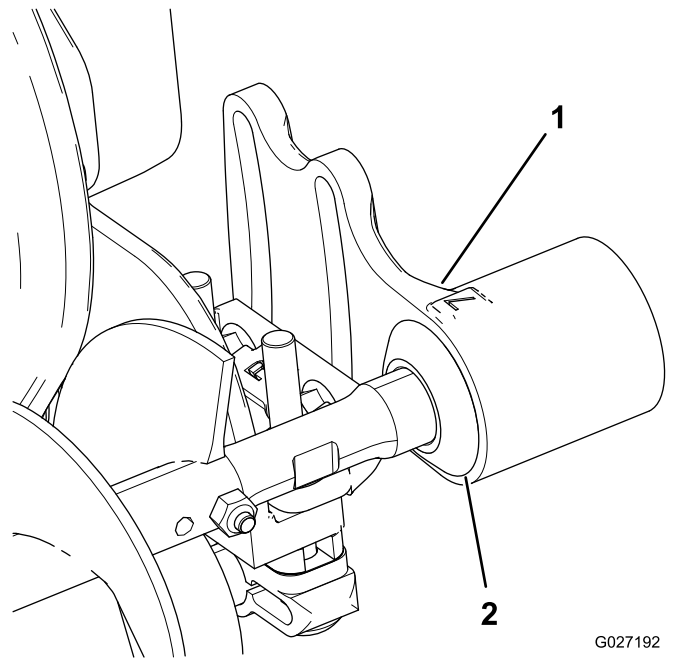

图7
1. 向外滑动每个防尘圈，直到唇形密封圈与每个轴承座轻轻接触（图7）。